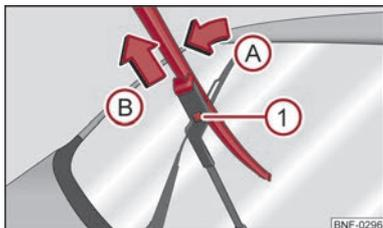

Fig. 30 Spazzole tergicristallo per parabrezza
- Sollevare il braccio portaspazzola dal parabrezza e inclinare leggermente la spazzola in direzione del braccio portaspazzola, freccia (A) ⇒ fig. 30.
- Con l'altra mano sbloccare la sicura ① ed estrarre la spazzola in direzione della freccia (B).